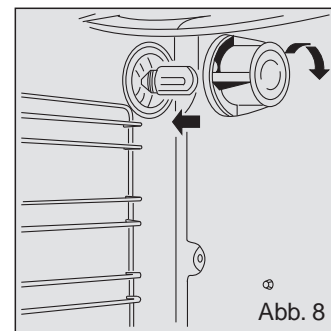

Abb. 8
**Das Gerät vom Netz trennen;** den Schutzschirm aus Glas abschrauben (Abb. 8); Lampe ausschrauben und durch eine Lampe **für hohe Temperaturen (300 °C)** mit folgenden Merkmalen austauschen: